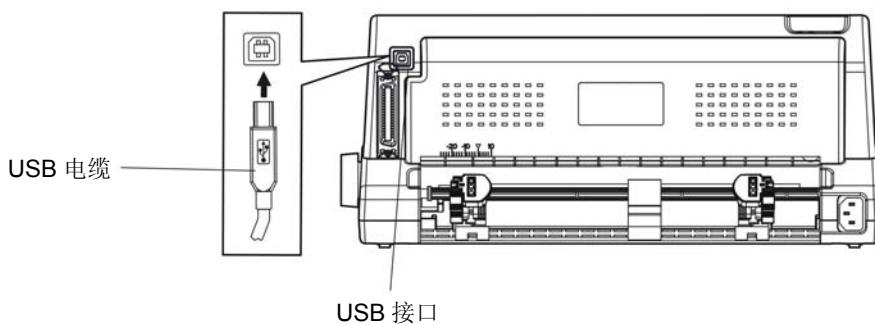
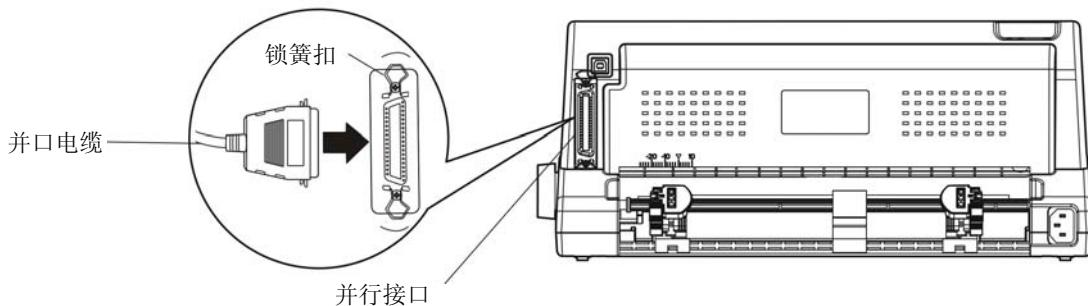

图 2-10 连接 USB 电缆
图 2-11 连接并口电缆
本打印机可配置 USB 接口、并行接口、蓝牙或 Wi-Fi（产品的具体接口配置，以实物为准）。请根据需要，用接口电缆把打印机与计算机相连【如图 2-10 和图 2-11 所示】。
2. 将 USB 电缆的 B 端插头（方型）插进打印机的 USB 接口插座中（如图 2-10 所示）。
1. 关闭计算机与打印机的电源，将并口电缆插头连接到打印机的并行接口，扣上连接器两侧的锁簧扣，固定并口电缆（如图 2-11 所示）。